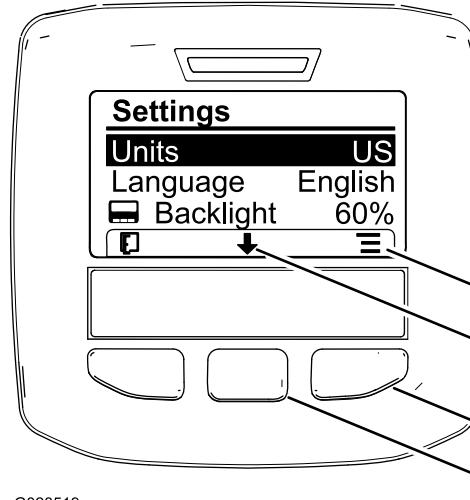

図 21
2. 単位系を変更するには、右ボタンを押す。すると選択可能な単位系が表示される 図 21。
3. 表示に使用する言語を変更するには、中央ボタン画面上で下向きの矢印で示されているボタンを押し、画面を下にスクロールして Language という選択肢を出す 図 21。
4. 右ボタン画面上でアイコンで「選択」が示されているボタンを押すと現在選択中の言語が画面にハイライトされて表示される 図 21。
6. 左ボタンを押すとホーム画面に戻る 図 21。